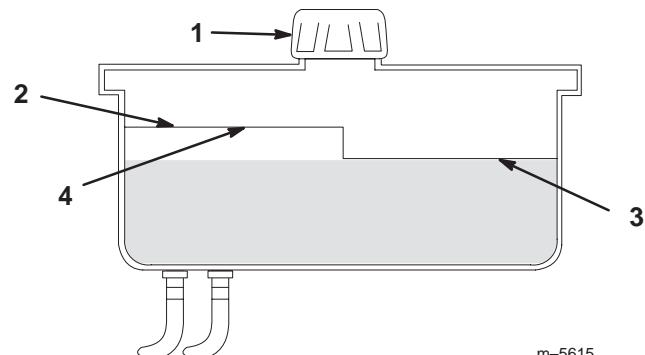

Figure 43
2. Nettoyez la surface autour du goulot de remplissage du réservoir hydraulique (Fig. 43).
3. Enlevez le bouchon du goulot de remplissage et vérifiez si le réservoir contient du liquide (Fig. 43).
Remarque : Lorsque l'huile est chaude, le niveau de liquide doit atteindre le haut du repère **à chaud** sur le déflecteur (Fig. 43).